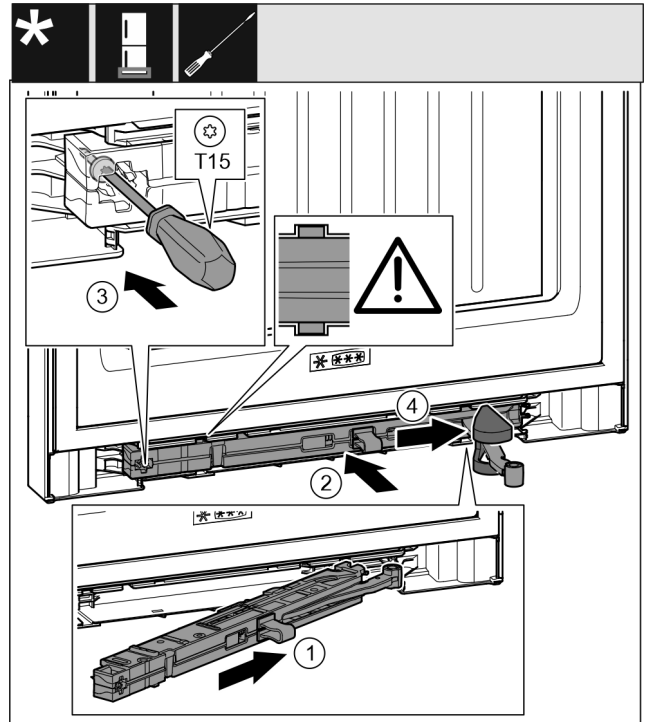

Fig. 40
- Schließdämpfereinheit Fig. 40 (1) auf der Lagerbockseite bis zum Anschlag schräg in die Aussparung einschieben.
- Schließdämpfereinheit Fig. 40 (2) vollständig in Aussparung schieben.
- Schraube Fig. 40 (3) mit einem Schraubendreher fest-schrauben.
- Abdeckung Fig. 40 (4) über Gelenk schieben.